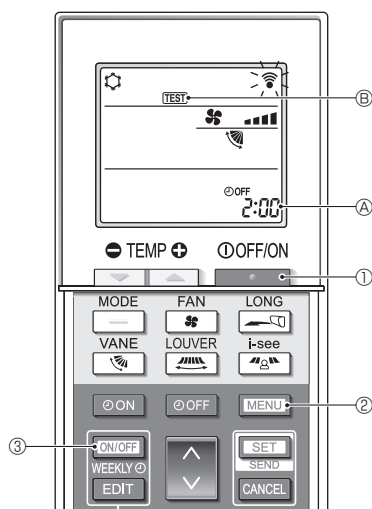

Fig. 7-5
■ Testlauf (Fig. 7-5)
- Drücken Sie die Taste **ON/OFF WEEKLY** ③, um die Klimaanlage anzuhalten.
- Wenn der Wochen-Timer aktiviert ist (**WEEKLY** eingeschaltet ist), drücken Sie die Taste **ON/OFF WEEKLY** ③, um ihn zu deaktivieren (**WEEKLY** ist ausgeschaltet).
- Drücken Sie die Taste **MENU** ② 5 Sekunden lang.
- Drücken Sie die Taste **MENU** ②.
- TEST** ⑥ leuchtet auf und das Gerät tritt in den Testlaufmodus ein.